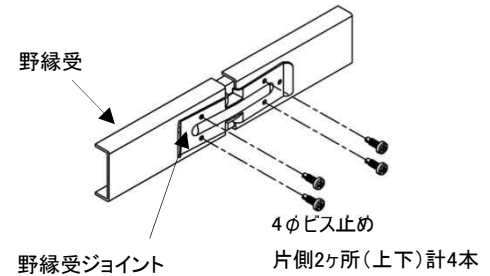

図 2-3 野縁受 接続部
- ・野縁受の接続部は野縁受けジョイントを使用し、隣り合う野縁受のジョイント部分が、交互になるよう取り付ける。その際φ4ビス（4本）で背側からビス止めする。（図2-3参照）